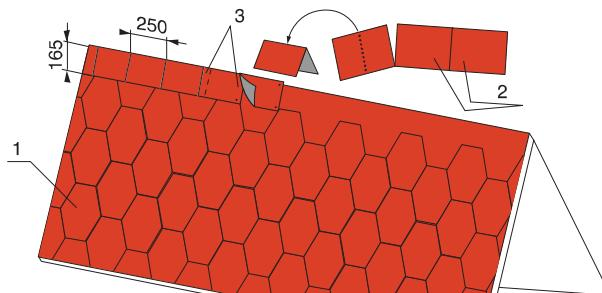

Рис.14 Укладка коньковой черепицы
5.7.2. Предварительно удалив защитную плёнку с нижней поверхности, коньковую черепицу укладывают на конёк короткой стороной (250 мм) параллельно коньку на предварительно уложенный слой рядовой черепицы. Черепицу крепят 4 гвоздями (по 2 с каждой стороны от конька), размещёнными так, чтобы они оказались под нахлестом 50 мм следующей черепицы (рис. 14). Последнюю черепицу необходимо наклеить с нахлестом 100 мм kleem K-36.